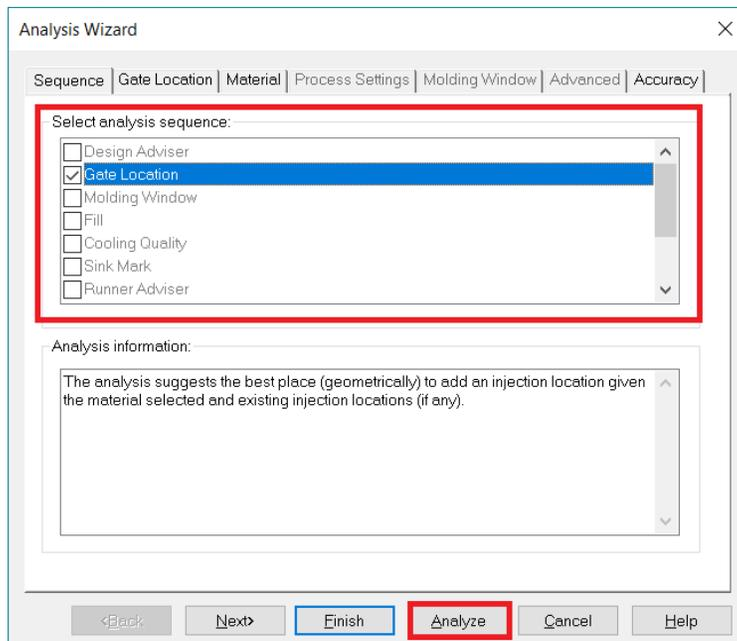

Figura 6.10 Análisis para ubicar punto de inyección.
- En la ventana **Analysis Wizard**, en la sección de **Select analysis sequence** elegir la opción de **Gate location** (Figura 6.10).